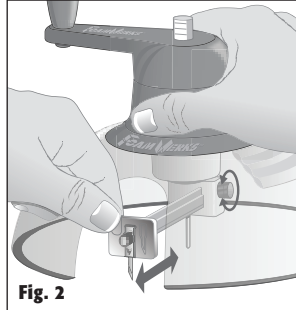

Fig. 2
- Desserrer la molette de réglage de verge et régler la verge de découpe calibrée sur le diamètre voulu. Lire le calibrage à droite du bloque-verge. Serrer la molette de réglage de verge (Figure 2).